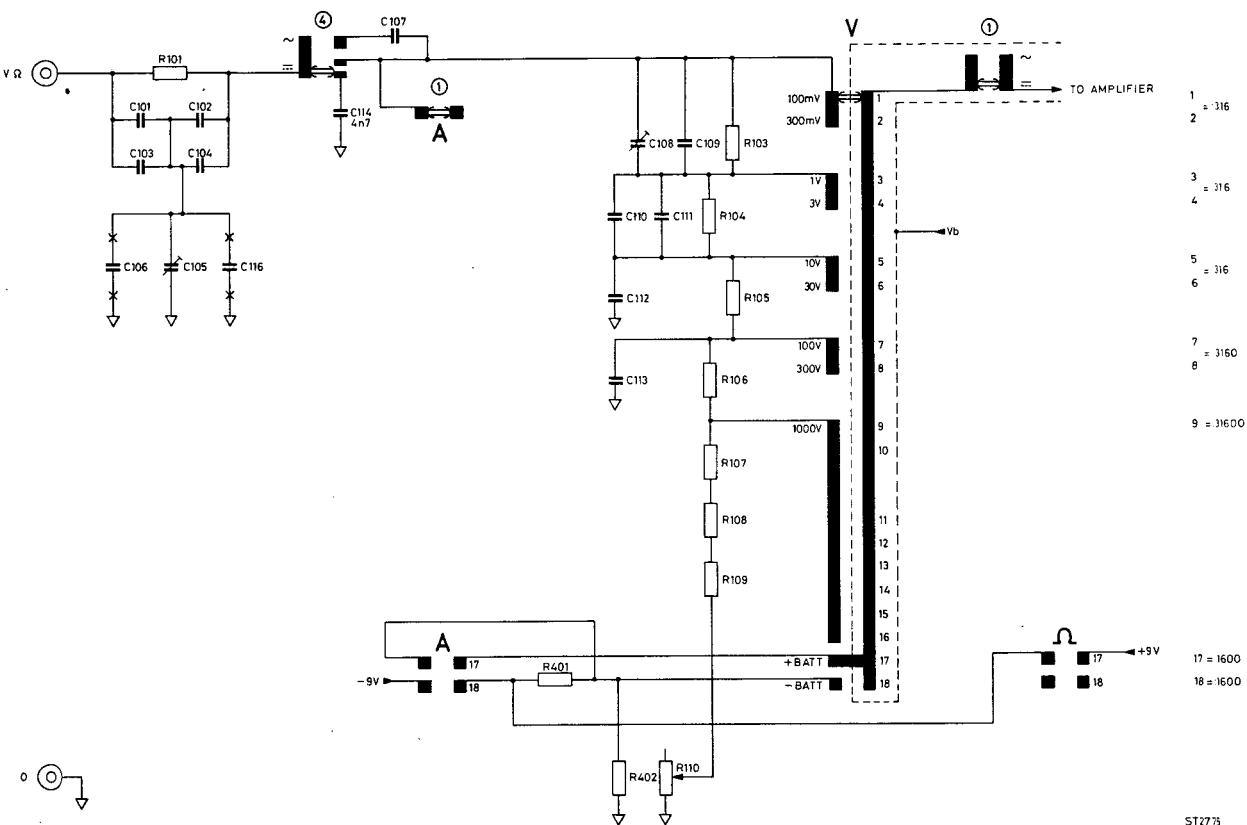

Fig. 9. $V_{\text{---}}$, V_{\sim} , +BATT and -BATT attenuators
4.3.1. $V_{\text{---}}$, V_{\sim} , + BATT and - BATT attenuators (Fig. 9)